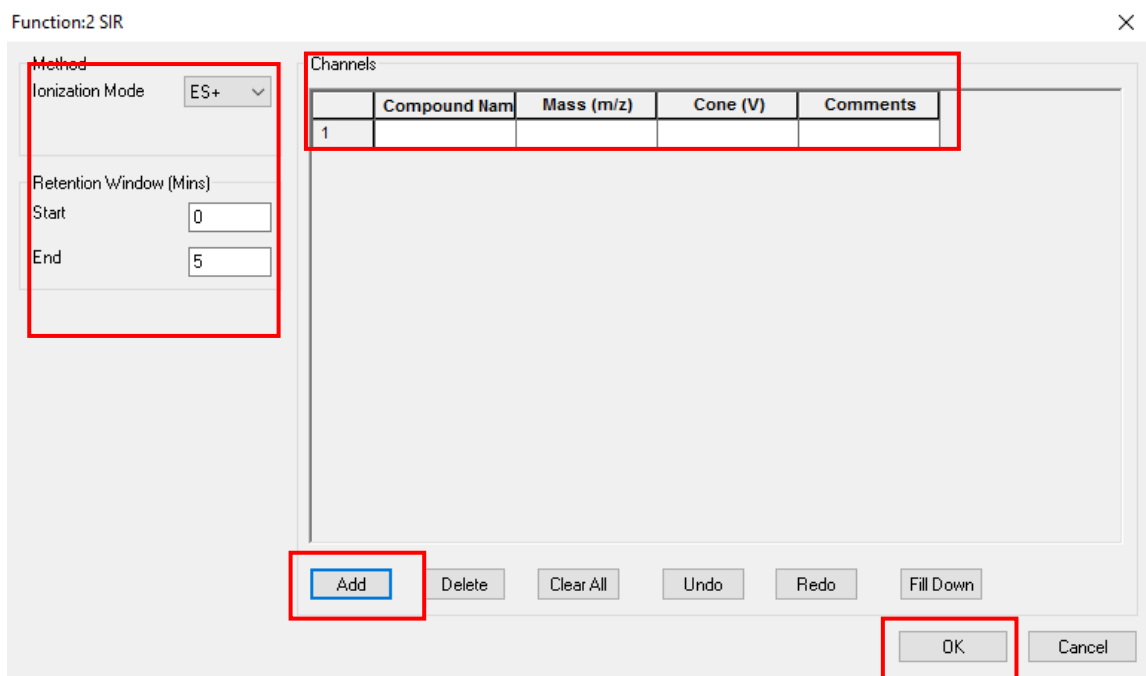

图 6-16
- **SIR 模式(图 6-16):** Mode: ES+或者 ES-; Start/End Time 扫描时间 (与液相运行时间一致); Channels: 输入目标物名称、离子质荷比、Cone 电压。多个目标物, 点击 Add 进行增加。最后点击 OK 确认。